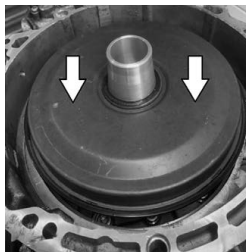

Fig. 3
- Capovolgere il coperchio esterno ed inserirlo sul cono d'inserimento (4) (vedi fig.3).